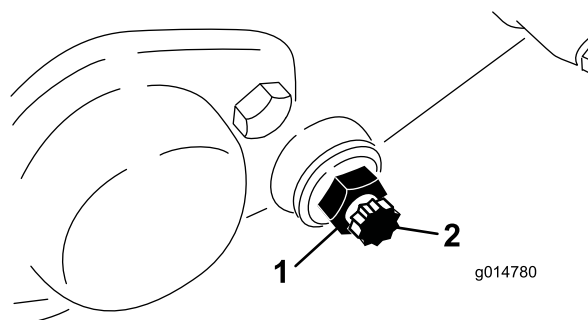

Figure 57
3. De chaque côté de la machine, desserrez l'écrou de blocage qui maintient le boulon de la barre d'appui (Figure 57).
4. Retirez les boulons de la barre d'appui de façon à pouvoir abaisser la barre et la déposer de la machine. Mettez de côté les 2 rondelles en nylon et les 2 rondelles en acier estampé de chaque côté de la barre d'appui (Figure 57).